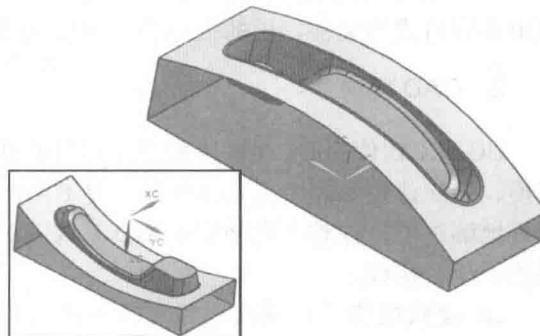

图 1-4 电话机下壳模具效果
- **模具设计** Mold Wizard 是 UGS 公司提供的运行在 UG NX 软件基础上的一个智能化、参数化的注塑模具设计模块。该模块的最终目的是生成与产品参数相关的、可用于数控加工的三维模具模型。此外，3D 模型的每一改变均会自动地关联到相应的型腔和型芯部分。图 1-4 所示就是使用该模块进行模具设计的效果。